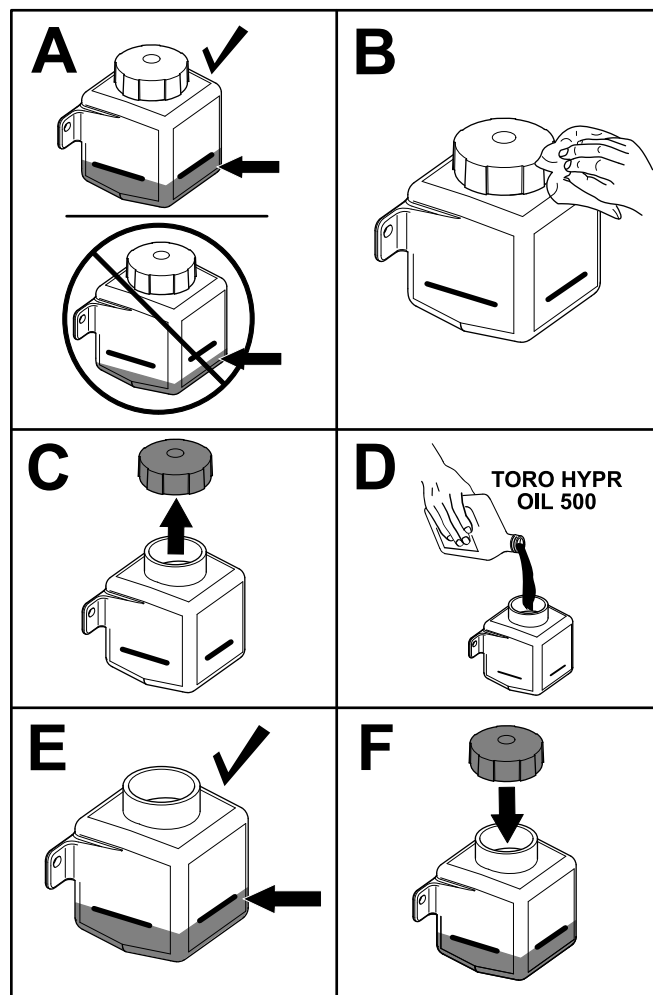

Figura 61
4. Verifique o nível de fluido na lateral do depósito hidráulico (Figura 61). Continue o procedimento se o nível se encontrar abaixo do nível de enchimento a frio.
5. Limpe a zona em redor da tampa do depósito hidráulico (Figura 61).
6. Retire a tampa do tubo de enchimento e adicione fluido ao reservatório até que atinja o nível de enchimento a frio (Figura 61).
7. Coloque a tampa no depósito (Figura 61).